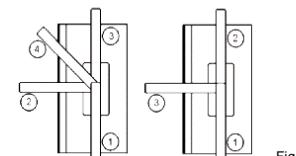

Fig. 3
3. entrebâillée ou ouverte (fonction coulissante) Fig.3